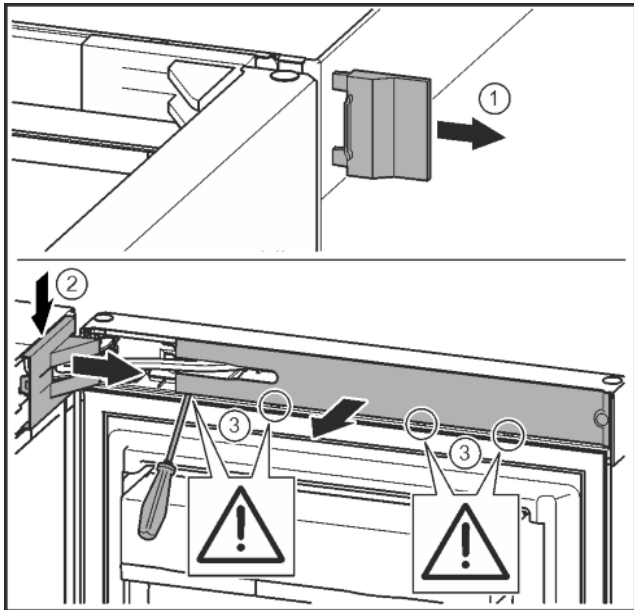

Fig. 7
► Зніміть зовнішню кришку. Fig. 7 (1)
► Звільніть і ослабте кришку опорного кронштейна. Зніміть кришку опорного кронштейна. Fig. 7 (2)
► За допомогою шліцевої викрутки звільніть від фіксатора та поверніть убік накладку. Fig. 7 (3)